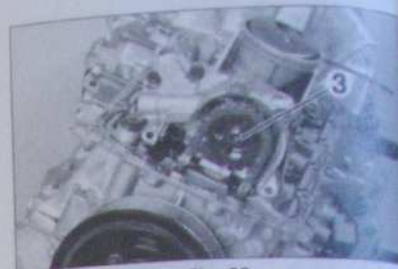

Fig. 32
- Tout en bloquant l'axe du vilebrequin, déposer la vis (3) du pignon de pompe à huile (Fig.32).